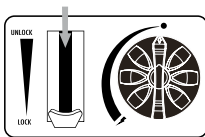
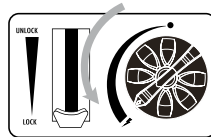

fig. 3
fig. 4
3. Tryck ner patronspaken (6) (fig.3) och stäng patronluckan.
4. Om du hör ett "väsande" ljud har patronen inte satts i korrekt. Försök inte att tända apparaten utan flytta spaken (6) till läget "Lås upp" och upprepa steg (1-4).
5. Vrid vredet (8) helt till tändningsläget tills det klickar (fig.4). Håll tändnings- och reglervredet i detta läge i några sekunder för att aktivera flamskyddets termoelement. Upprepa denna åtgärd tills brännaren tänds.